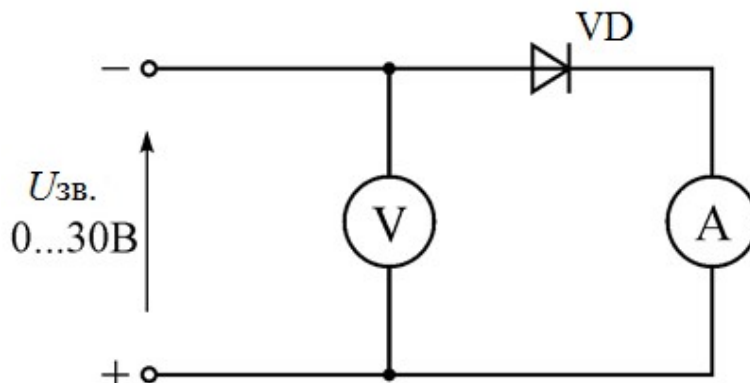

Рис. 5.8 – Схема для отримання вольт-амперної характеристики діода при зворотному включенні
2.2 Зберіть схему згідно рис. 5.8.